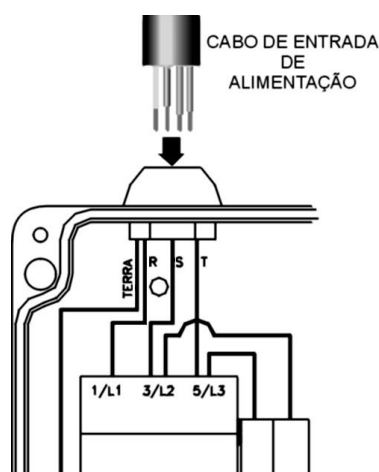

Figura 4
- Conecte o cabo da entrada de alimentação na caixa do painel elétrico conforme Figura 4. Certifique-se que a tensão presente nos terminais do cabo de alimentação está compatível com a tensão informada na plaqueta de identificação da rampa, localizada na dianteira da lateral interna da plataforma direita.